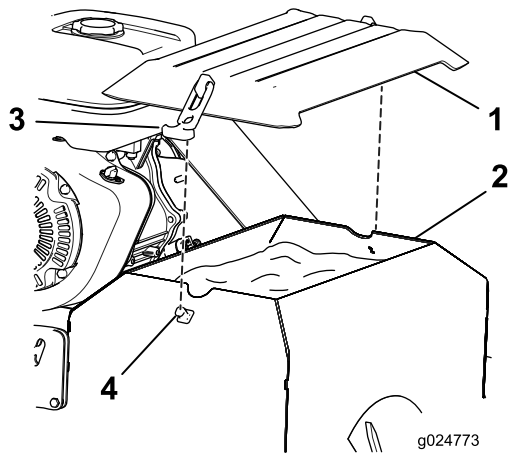

Figure 13
- Pour monter le couvercle de la trémie (Figure 13), placez-le sur la trémie et fixez-le de chaque côté